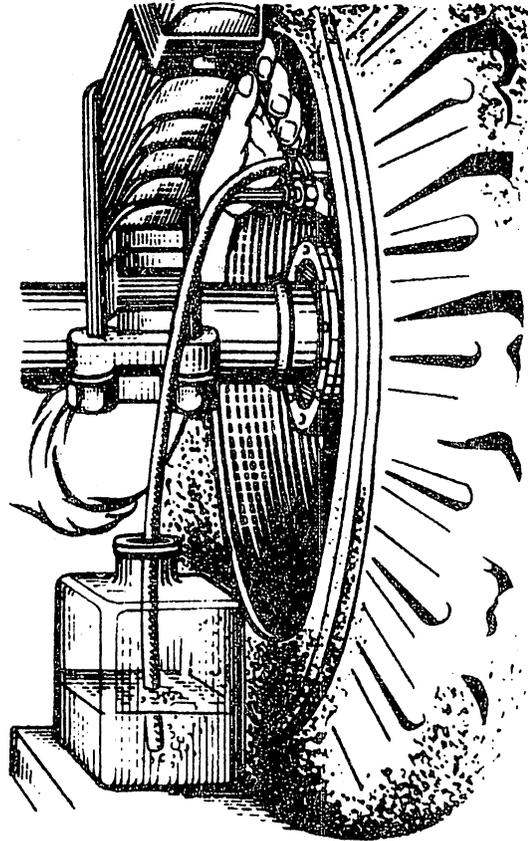

Abb. 35. Durchpumpen der Bremsen
2. Am Zylinder des rechten Hinterrades vom Überströmventil die Kappe abnehmen und einen 350—400 *mm* langen Schlauch aufsetzen. Das freie Ende des Schlauches in ein bis zur Hälfte mit der Bremsflüssigkeit gefülltes Glasgefäß mit einem Inhalt von mindestens 0,5 *l* eintauchen. (Abb. 35).